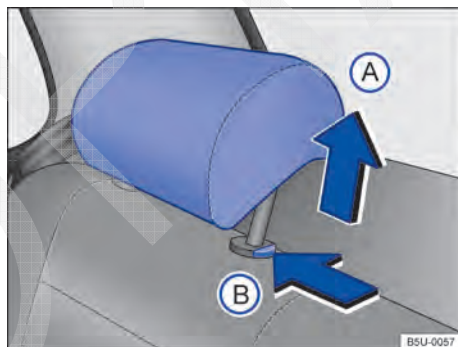

Fig. 36 Ajustar o apoio para cabeça traseiro.
- Empurrar o apoio para cabeça para cima na direção da seta → Fig. 36 (A) ou com a tecla → Fig. 36 (B) pressionada, empurrar para baixo → ⚠.